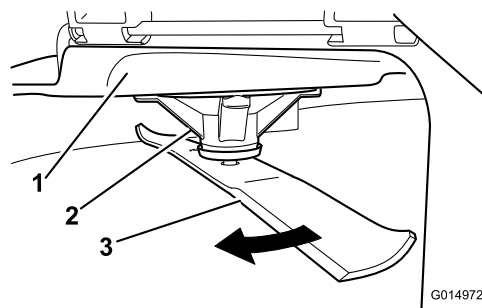

Рисунок 65
2. Используя толстые перчатки или другие подходящие средства защиты рук, медленно поверните нож в положение, позволяющее измерить расстояние от режущей кромки до уровня горизонтальной поверхности, на которой стоит машина (Рисунок 65).